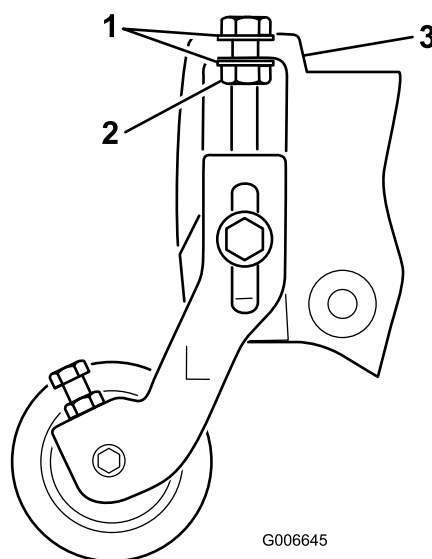

Bild 21
16. Montieren Sie die Schnitthöhenhalterungen lose im oberen rechteckigen Loch in jeder Seitenplatte an den Seitenplatten der Schneideinheit. Verwenden Sie die vorher entfernten Schlossschrauben und neue Bundmutter (3/8") und positionieren Sie diese, wie in Bild 21 abgebildet.
Hinweis: Die Scheiben an den Schnitthöhen-Einstellschrauben müssen sich an jeder Flanschseite an der Seitenplatte befinden (Bild 21).
17. Ziehen Sie die Sicherungsmutter an der Schnitthöhen-Einstellschraube fest, bis die Scheiben den Seitenplattenflansch berühren, lösen Sie die Mutter dann um eine halbe Umdrehung (Bild 21).